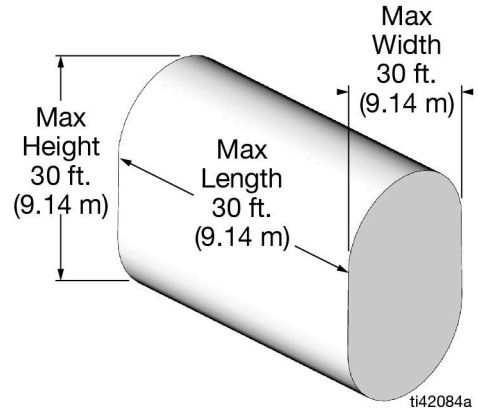

图 19
- 料桶端面的桶壁必须是平面，不能做成任何其他形状，如凸圆（图 19）。如果适用，可使用非标准料桶。